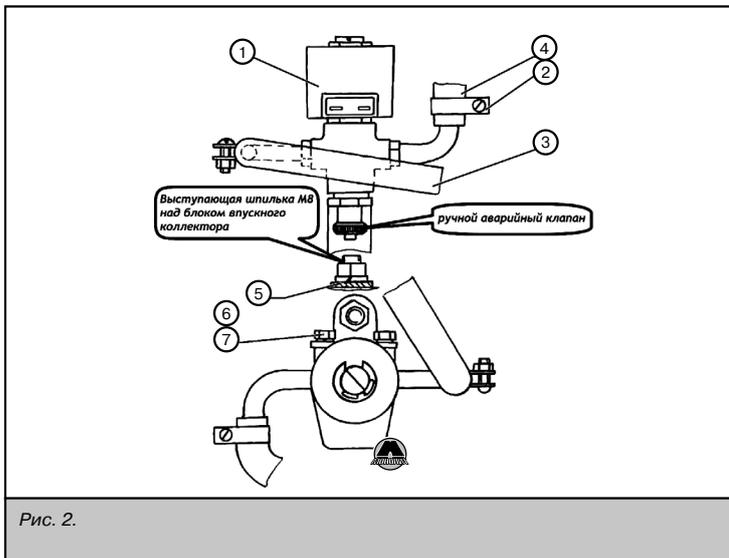
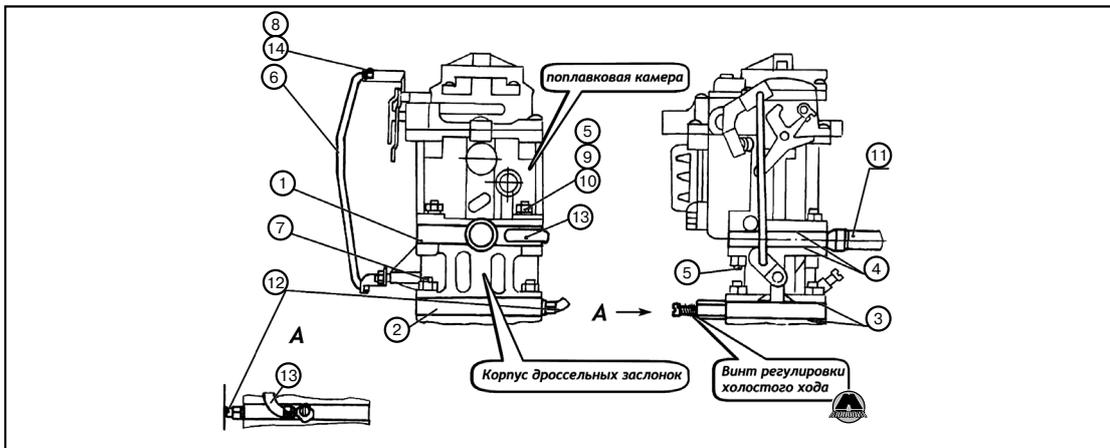

Рис. 2.
Рис. 5. Установка проставок-смесителей.
Закрепить шланг подачи газа от редуктора к проставке основной на рис.5 (1) карбюратора при помощи 2-х хомутов. Закрепить вакуумный шланг от редуктора к нижней проставке на рис.5 (2) карбюратора при помощи 2-х хомутиков. Закрепить шланг (13) холостого хода, соединяющий основную проставку (1) и нижнюю проставку (2) при помощи двух хомутиков. Закрепить шланг подачи газа от редуктора высокого давления на рис.4 (23) к ЭМК газа с фильтром при помощи двух ниппелей уплотнительных на рис.2 (6) и накидных гаек (7). Причем конец шланга с ниппелем, изогнутым под углом 90°, присоединить к входному штуцеру (14), пропустить шланг, внутрь кронштейна (5) и изогнув, подсоединить второй конец с прямым ниппелем к выходному штуцеру редуктора высокого давления на рис.4 (23).
Соединить демонтированным шлангом (рис.4, поз. 14) кран отопителя и штуцер (4) выхода теплоносителя из кронштейна (8) и патрубок отопителя трубкой (11) при помощи шланга (15,13) и закрепить 4-мя хомутами (3). Закрепить шланг на рис.4 (12) аварийного сброса газа от штуцера (5) редуктора высокого давления к тройнику (9) при помощи 2-х хомутов (2). Закрепить шланг на рис.3 (16) отвода газа от предохранительного клапана к тройнику (9) при помощи 2-х хомутов (2). Закрепить шланг на рис.4 (17) отвода газа от тройника (9) при помощи хомута поз.2 и на раме при помощи 2-х скоб на рис.2 (3), болтов (4), гаек (5) и шайб (6).
• собрать ЭМК бензина (рис.2, (1)) с кронштейном поз.5 при помощи 2-х болтов (6) и шайб (7). Установить ЭМК бензина с кронштейном на выступающей шпильке М10 над блоком впускного коллектора, предварительно сняв гайку и шайбу. Соединить повернутую вниз выходную трубку фильтра тонкой очистки бензина с входной трубкой ЭМК бензина шлангом (3). Соединить выходную трубку ЭМК бензина с входной трубкой карбюратора шлангом (поз 4).